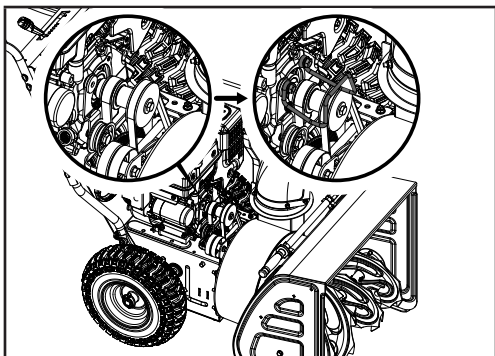

Figure 31
10. Remplacez le protège-courroie et installez les boulons (20 mm / 30 mm) qui avaient été enlevés précédemment. Une fois le protège-courroie réinstallé, assurez-vous que la distance est la même des deux côtés entre la poulie et le protège-courroie (figure 31).